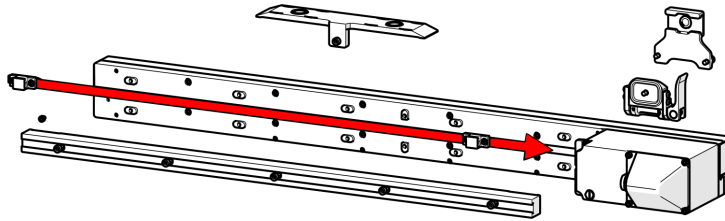

Abbildung 2-52 Austauschen der Kabelführungsklemmen
10. Schieben Sie die Kabelführungsklemmen auf den Rasterarm (siehe Abbildung 2-52 auf Seite 83).